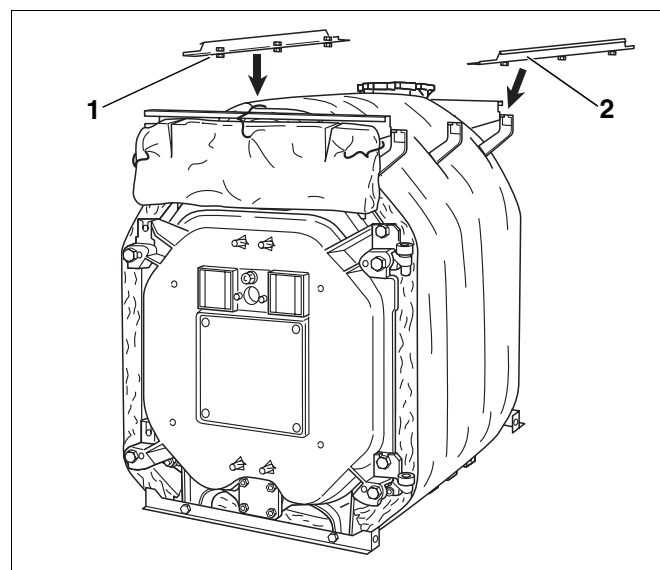

Abb. 45 Längsschienen montieren
- Die Längsschienen (Abb. 45, **Pos. 1 und 2**) wie bereits beschrieben mit den vormontierten Schrauben in die Aussparungen der Konsolen einschieben und mit diesen fest verschrauben.